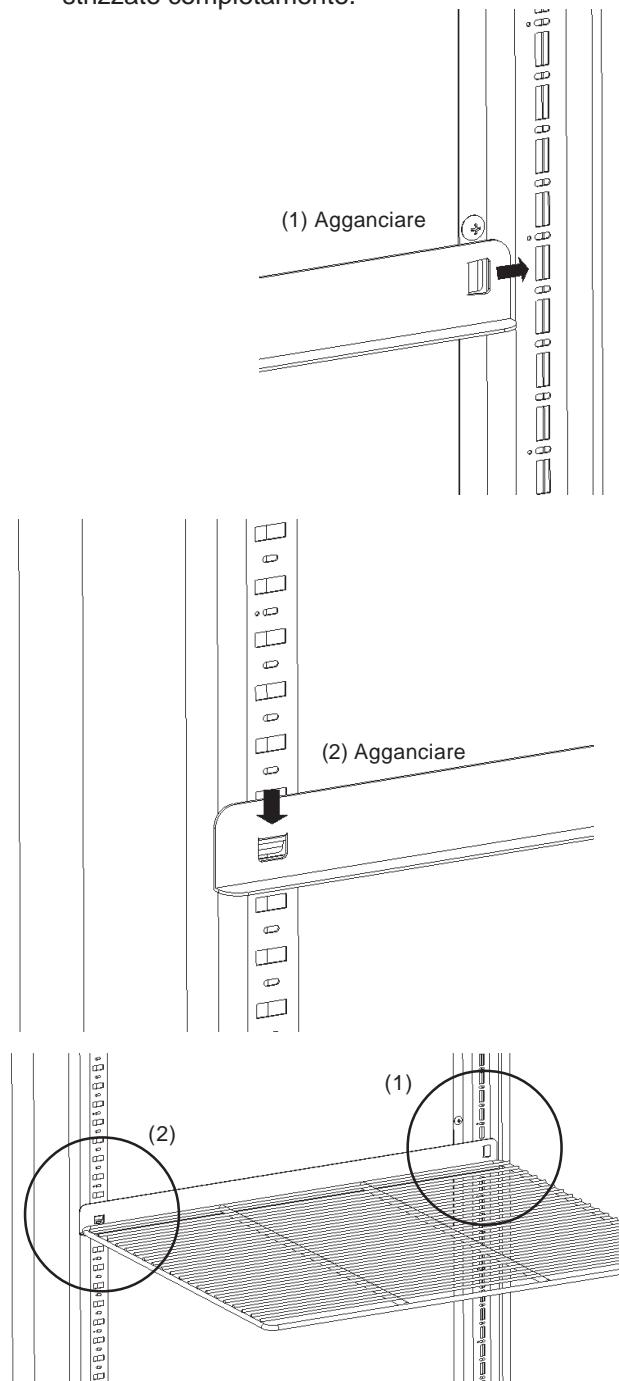

Fig. 3
- 2) Estrarre gli accessori del ripiano e delle guide (R) e (L). Fissare le guide orizzontalmente sui sostegni del ripiano destro e sinistro. Posizionare il ripiano sulle guide. Vedere Fig. 3.